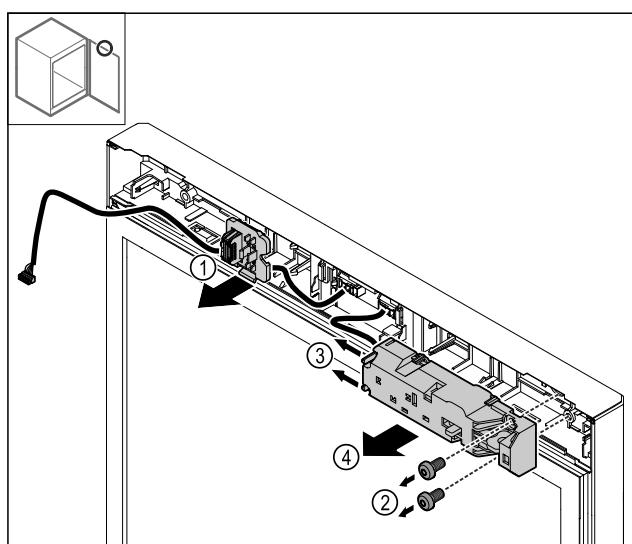

Fig. 27
- Откопчайте държача на щекера Fig. 27 (1).
- Отстранете винтовете Fig. 27 (2).
- Натиснете фиксиращия палец Fig. 27 (3) настрани и свалете електрическата ключалка Fig. 27 (4).